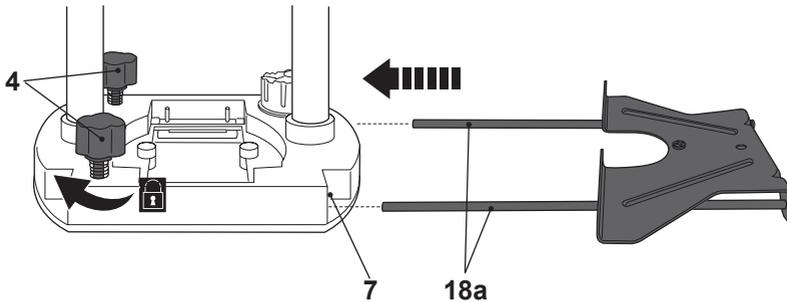

Рис. 9b
- > Проденьте свободные концы стержней (18а) в отверстия в основании (7) (Рис. 9b).